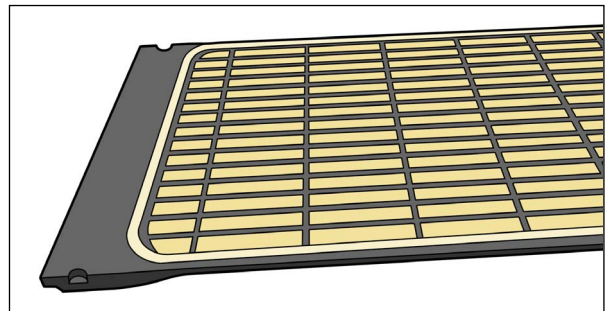

Abb. 2
4. Bringen Sie mehrere Stücke Klebeband entlang des Randes an, um die Folie auf der Oberfläche des DoseMax zu fixieren (Abb. 2).